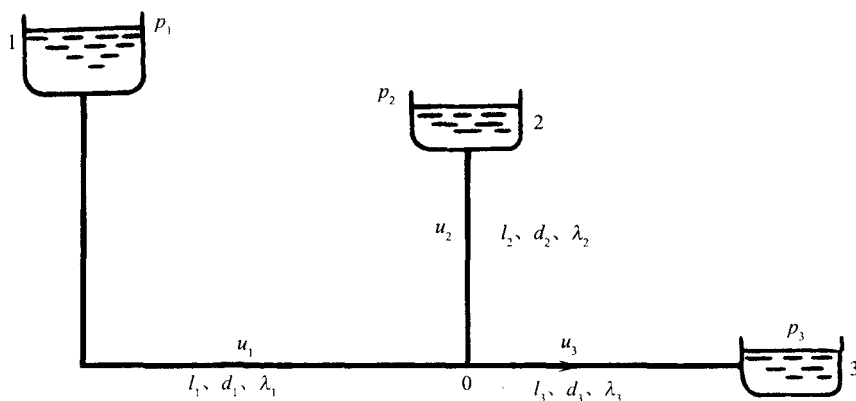

图 1-14
- ① 各流股流向明确时,可将单位质量流体跨越交点的能量变化看作为流过管件(三通)的局部阻力损失。实验测定不同情况下三通的局部阻力系数
- ② 若三通阻力(单位质量流体流过交点的能量变化)在总阻力中所占比例甚小而可忽略($t/d > 1000$ 时),可不计三通阻力而直接跨越交点列机械能衡算式
- ③ 在任何情况下均可直接跨越交点列机械能衡算式
70. 对图 1-14 所示管路,流体由槽 1 流至槽 2 与槽 3,若三通阻力可略,则可列出跨越交点的机械能衡算式和质量守恒式为_____。